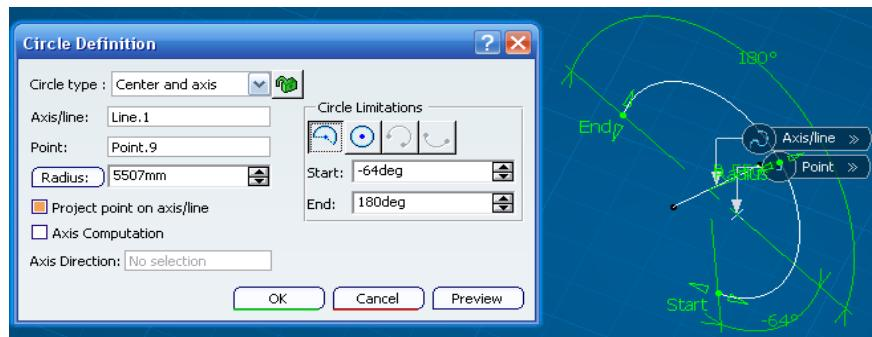

Ilustración 370: Creación de un círculo por centro y eje.
**Center and axis (Centro y eje):** se selecciona una línea que actuará como eje y se elige un punto que marcará la situación en ese eje en la que se quiere que crezca el círculo, que será perpendicular a dicho eje en ese punto. El punto no tiene porque estar contenido en la línea que hace de eje. Si el punto está en el eje, sólo se dará la opción de generar un círculo completo. El ejemplo de esta herramienta es el mostrado en la Ilustración 370.